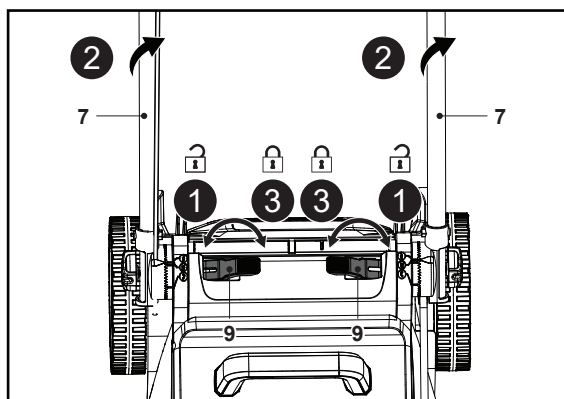

Fig. 9
2. Desdobre as duas alavancas de aperto (9) com a outra mão e, em seguida, rode o conjunto da pega (5, 7) para a outra posição de altura da pega (Fig. 9, passos 1, 2).
3. Certifique-se de que o triângulo de indicação (7b) está alinhado com o indicador de altura da pega (10b/10c) e, em seguida, dobre as duas alavancas de aperto (9) para fixar o conjunto da pega (5, 7) (Fig. 9, passo 3).